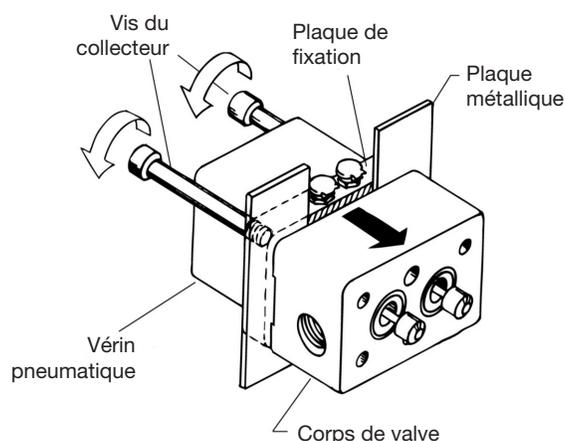

Figure 1
1. Retirez le collecteur et la plaque d'assise (8). Des fentes de levier sont fournies.
2. Enlevez les vis du vérin pneumatique (2) et remuez le vérin pneumatique séparément. Si l'assemblage est bloqué, utilisez les fentes de levier sur le corps de la valve (7) pour séparer le corps de la valve (7) de la plaque de fixation (5). Insérez les plaques métalliques entre le corps de la valve et la plaque de fixation selon la figure 1. Vissez les vis du collecteur (36) à l'arrière de la plaque de fixation et séparez le corps de valve en le poussant. Appliquez une pression uniforme pour empêcher au corps de s'incliner et de plier les valves à double commande (75).